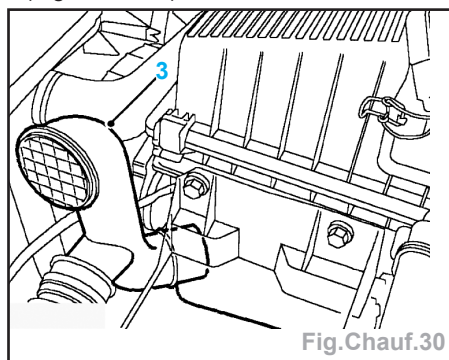

Fig. Chauff.30
- Débrancher le coude (3) d'entrée d'air du filtre à air et le tuyau du résonateur (Fig. Chauff.30).